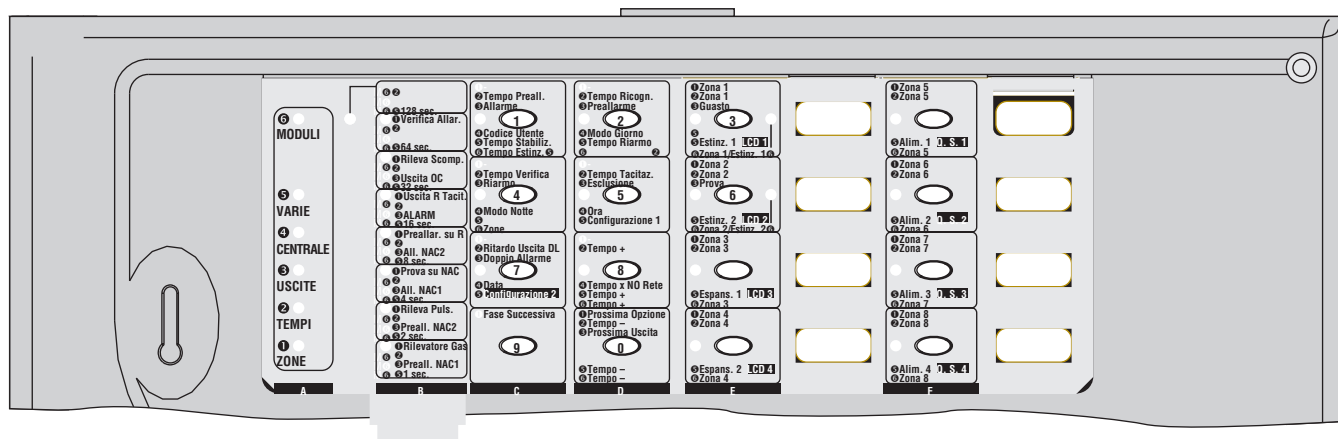

Figura 28 Applicazione della Mascherina di Programmazione alla centrale J408
4. Applicare la mascherina di programmazione fornita in dotazione al pannello della Centrale, come mostrato in Figura 28.